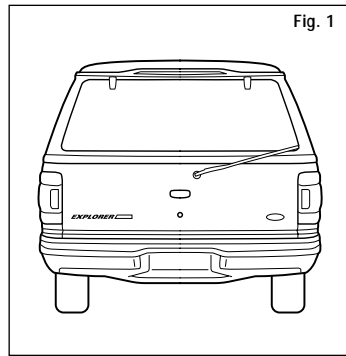

Fig. 1
4. Beginning on the left (driver's) side, route the black box and the connectors containing the Yellow and red wires up through the access hole underneath the vehicle and out through the taillight opening (Fig. 1).
4. Commençant du côté gauche (conducteur), achenez la boîte noire et les connecteurs ayant les fils jaune et rouge vers le haut à travers le trou d'accès en dessous du véhicule, et faites-les sortir à travers l'ouverture du feu arrière (Fig. 1).
4. Comenzando en el lado izquierdo (del conductor), encamine la caja negra y los conectores que contienen los cables rojo y amarillo a través del agujero de acceso debajo del vehículo y a través de la abertura de la luz trasera (fig.1).